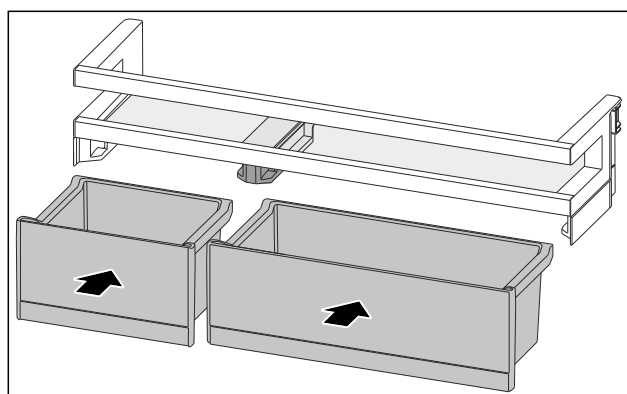

Fig. 90
- VarioBoxen in getauschter Anordnung einsetzen. (siehe Fig. 90)